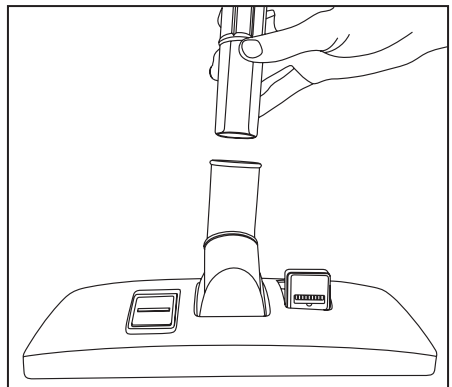

Fig. 5
- Raccordez l'accessoire à plancher au bout du tube-rallonge pour nettoyer les planchers et les tapis (Fig. 5).